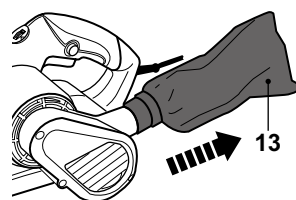

Fig. 5
- > Puis tournez le connecteur dans le sens des aiguilles d'une montre pour verrouiller le sac (13) en place (fig. 5).
- > Pour démonter le sac (13), tournez le connecteur dans le sens contraire des aiguilles d'une montre et sortez-le.